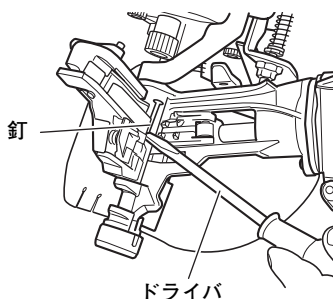

図 23
- 内部につまった釘を⊖ドライバなどで取り除きます。(図 23)